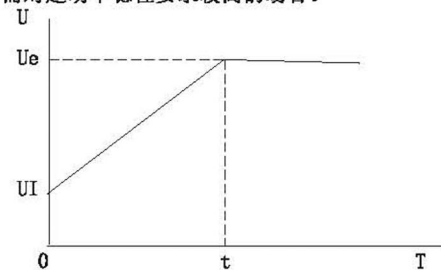

图12-2-1
- ① 代码F9设为(1电压)时为电压斜坡起动模式。图12-2-1给出了电压斜坡起动的输出电压波形。其中U1为起动时的起始电压值，当电机起动时，在电机电流不超过额定值400%的范围内，软起动器的输出电压迅速上升至U1，然后输出电压按所设定的起动参数逐渐上升，电动机随着电压的上升不断平稳加速，当电压达到额定电压Ue时，电机达到额定转速，旁路接触器吸合，起动过程完成。
- ② 起动时间：t 是根据标准负载，在标准试验条件下所得的控制参数，KLR1000系列软起动器以此参数为基准，通过控制输出电压使电机平稳加速以完成起动过程，并非机械地控制时间 t 而不论电机加速是否平稳，鉴于此，在负载较轻时，起动时间往往小于设定的起动时间，只有能顺利起动则属正常。一般而言，电压斜坡起动模式适用于对起动电流要求不严而对起动平稳性要求较高的场合。